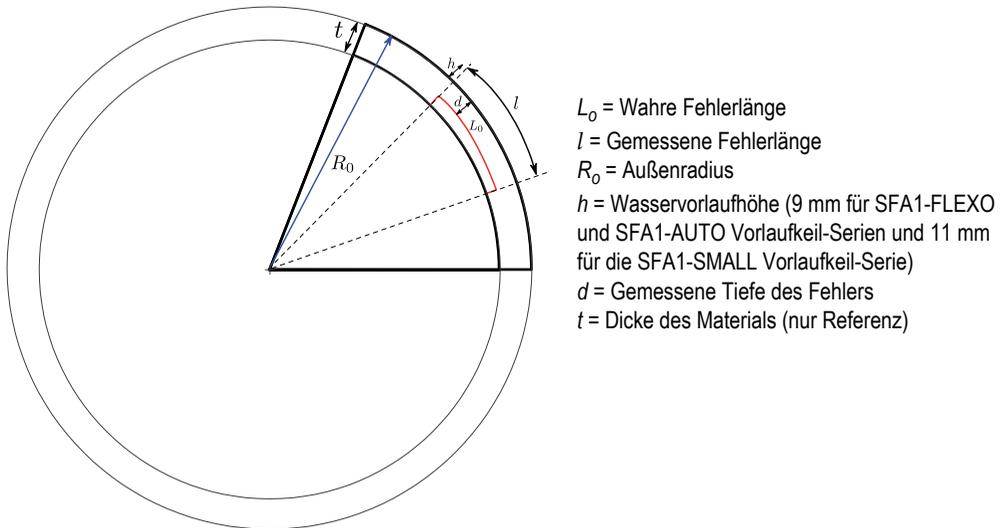

Abbildung B-1 Variablen zur Berechnung der wahren Fehlerlänge entlang der Index-Achse
Um die wahre Fehlerlänge (L_0) entlang der Index-Achse zu berechnen, verwenden Sie folgende Gleichung (2) auf Seite 79. Die Variablen werden in Abbildung B-1 auf Seite 79 angegeben.
| Abbildung B-1 | Variablen zur Berechnung der wahren Fehlerlänge entlang der Index-Achse | 79 |